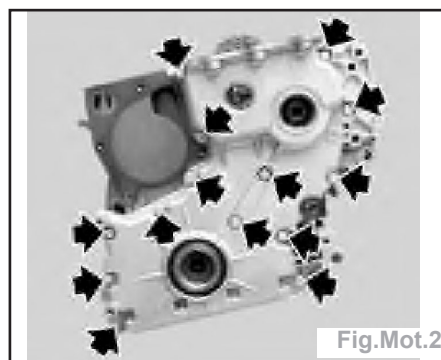

Fig.Mot.2
- les vis (flèches) de carter de distribution et le carter (Fig.Mot.2).